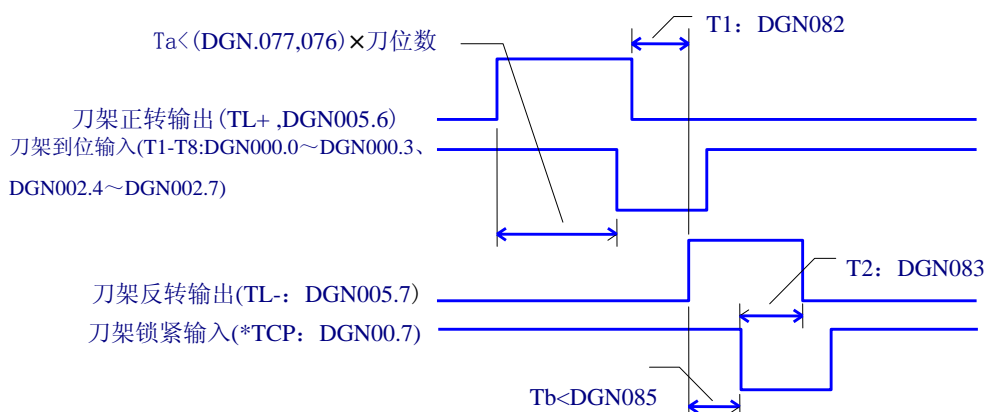

图 2-35
注：①图 2-35 中诊断参数 DGN. 076、DGN. 077 等是对应诊断参数设置的时间参数。
②当 $Ta \geq (DGN. 077、DGN. 076) \times \text{当前换刀位数}$ 时，产生 5 号报警：换刀时间过长。
③当 $Tb \geq DGN. 083$ 时，产生 11 号报警：换刀时，反锁时间过长。